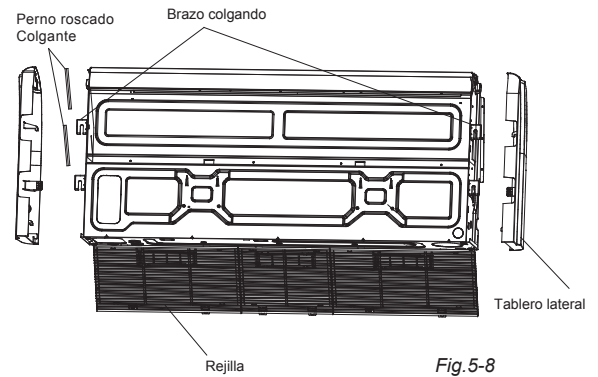

Fig.5-8
- Retire la placa lateral y la rejilla. (Consulte la Fig.5-8)